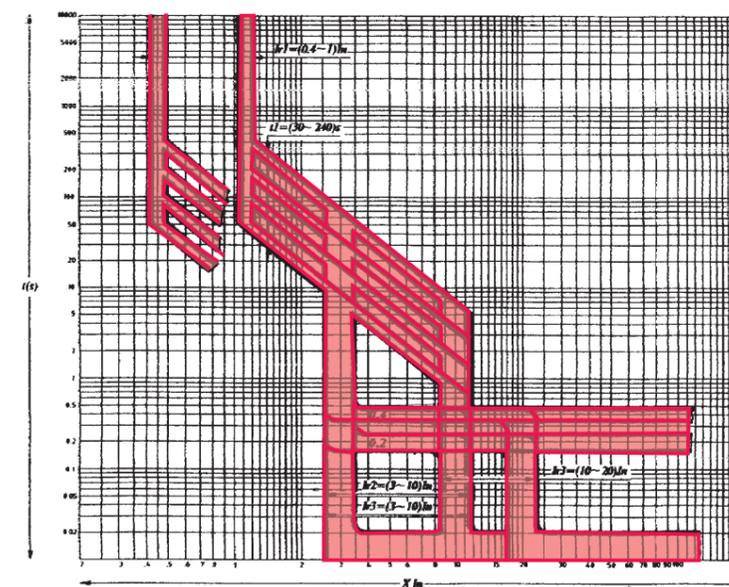
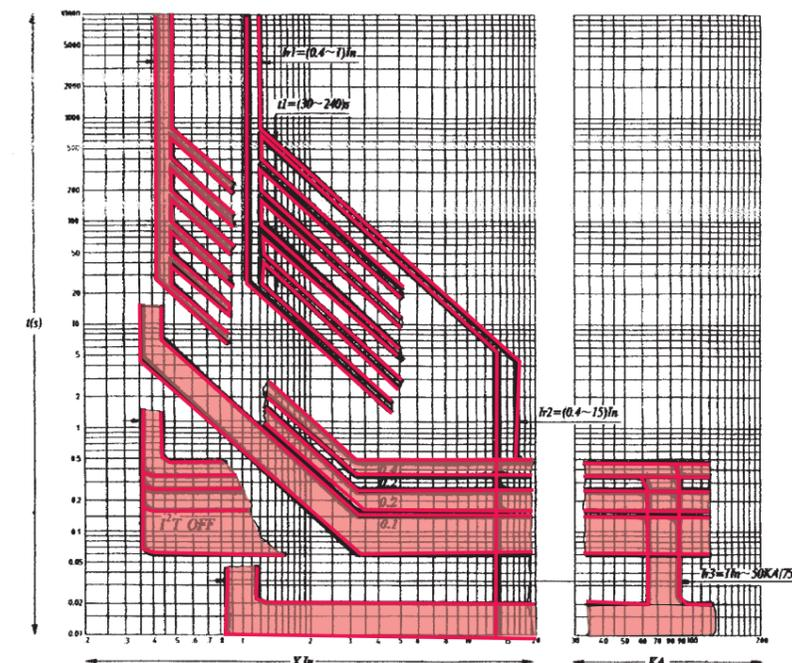
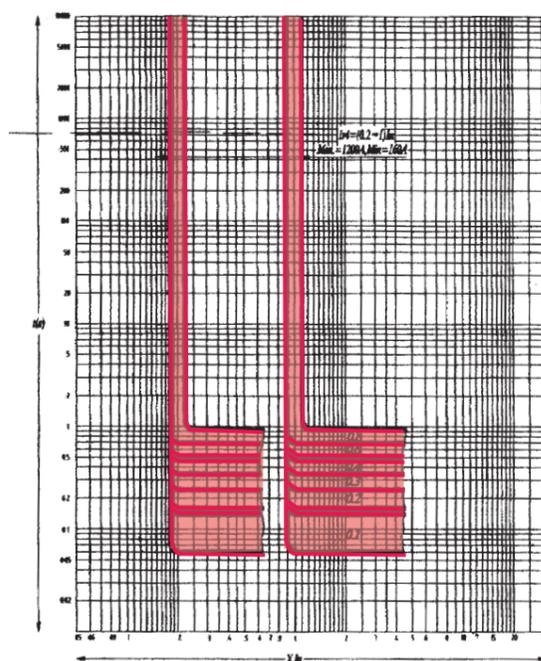

图5 L型智能控制器过电流保护特性曲线
图6 M型、H型智能控制器过电流保护特性曲线
图7 智能控制器接地故障电流保护特性曲线
5) L型智能控制器特性曲线见图5、图7。M、H型智能控制器特性曲线见图6、图7。